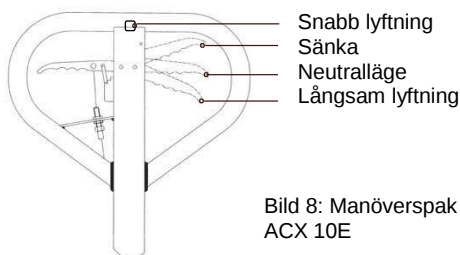

Bild 8: Manöverspak
Vid behov: ställ in manöverspaken enligt följande beskrivning (bild 8):
- När manöverhandtaget står i läget "Sänkning" och gaffelarmarna inte rör sig nedåt, vrid ställmuttern medurs, tills önskad verkan nås. Kontrollera därefter "Neutralläget" enligt bild 8 och kontrollera att ställmutterns position är korrekt.